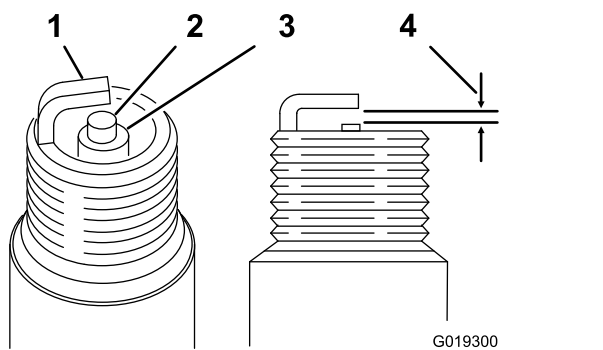

Figura 34
Folga: 0,70 a 0,80 mm; consulte Figura 34
3. Defina a folga para 0,70 a 0,80 mm (Figura 34).